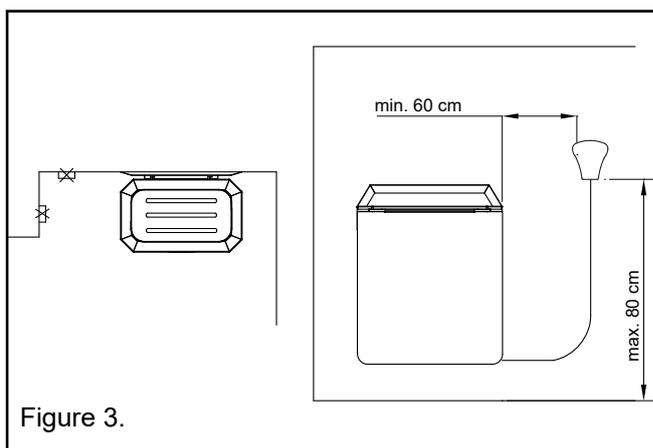

Figure 3.
- La hauteur maximal de l'installation de l'unité de commande doit être de 80 cm et d'au moins de 60 cm sur le côté du poêle (voir figure 3).